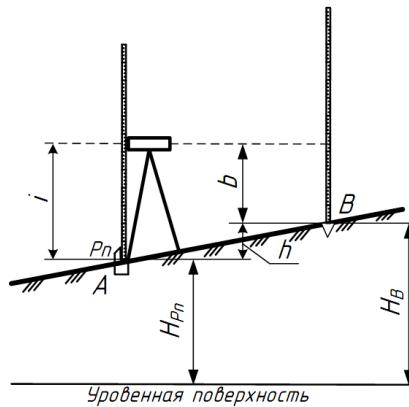

Рисунок 1 Схема нивелирования способом «вперёд»
- 1) Определите превышение точки В над точкой А и высоту точки В (рисунок 1).